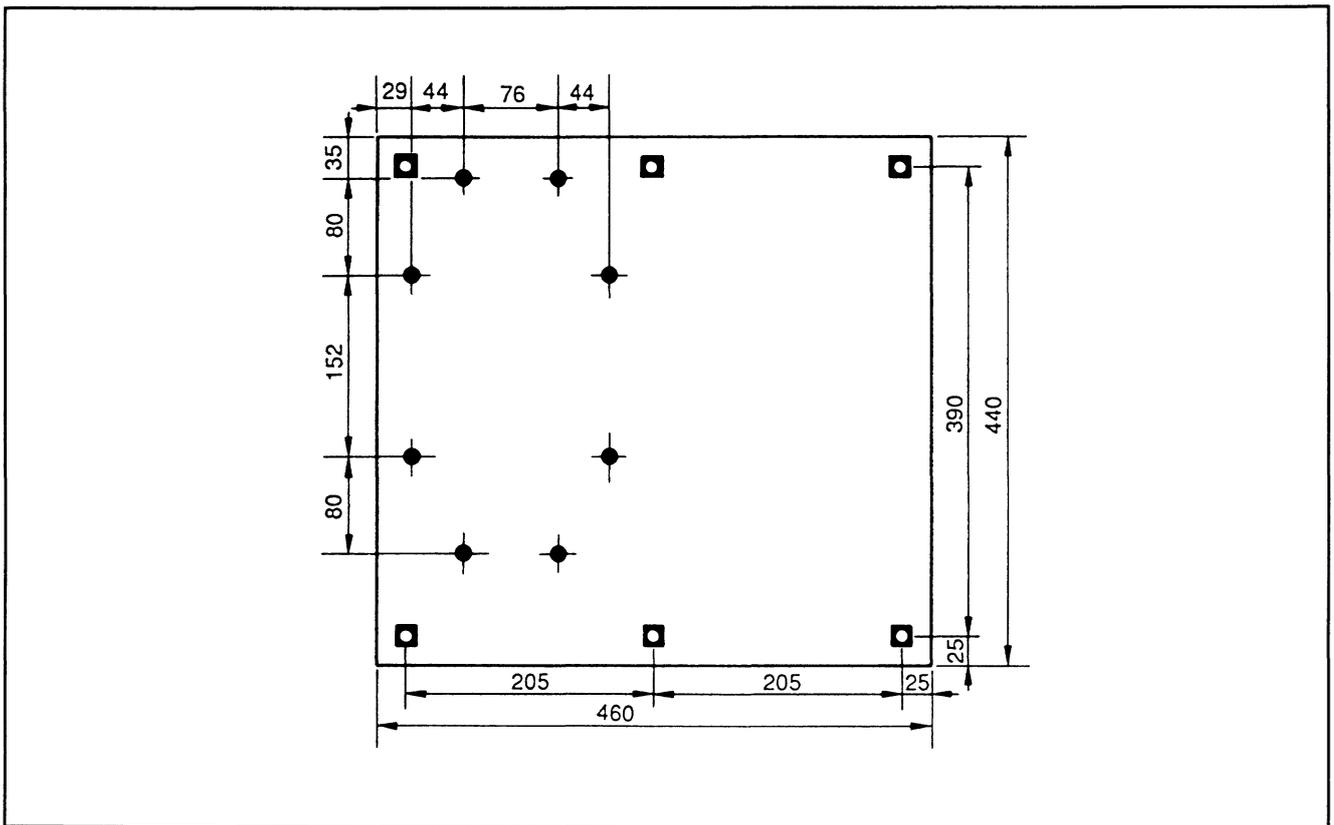
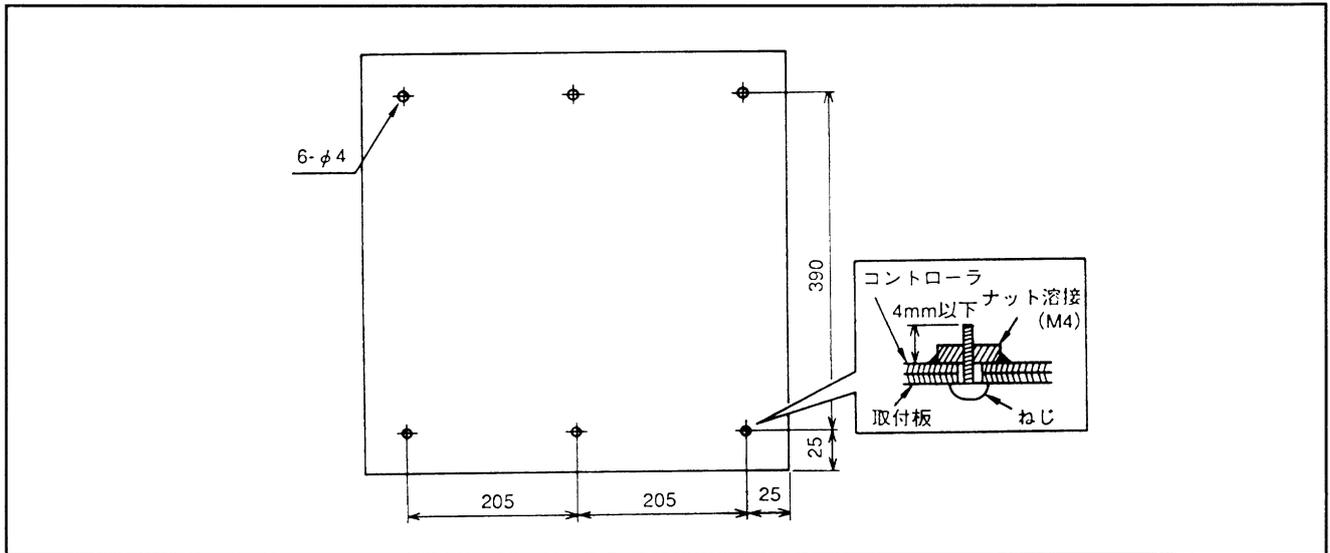

図5-62 コントローラ底面図
図5-63 ねじ締め付け位置（コントローラ底面図）
(1) 図5-62にコントローラを底から見た図を示します。
① “■” マーク部のねじ (M4) のネジ穴はコントローラを取付板に固定するために使用します。
② “●” マーク部はコントローラの内部部品固定用のねじが突出しているため、取付板にφ10の逃がし穴をあけてください。
③ 図5-62と図5-63を参考にして取付板を製作してください。
(2) コントローラの取付板への取付けは図5-63に示す6箇所M4ねじ6本で固定します。